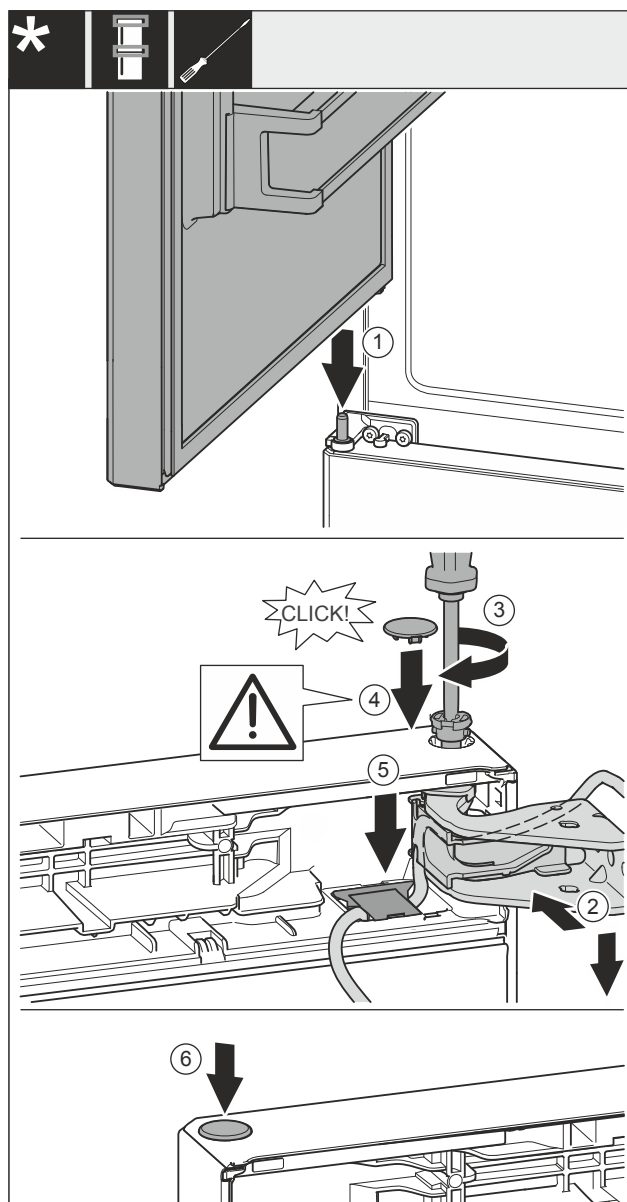

Fig. 38
- Placer la porte supérieure sur l'axe de palier central Fig. 38 (1).
- Aligner la porte en haut sur l'ouverture du support de palier Fig. 38 (2).
- Insérer l'axe Fig. 38 (3) et le serrer avec un tournevis.
- Installer le couvercle Fig. 38 (4).
- Vérifier que le couvercle Fig. 38 (4) repose bien sur la porte.
- Mettre le cache Fig. 38 (5) en place et le pousser vers le bas jusqu'à ce qu'il s'enclenche.
- Installer le couvercle Fig. 38 (6).